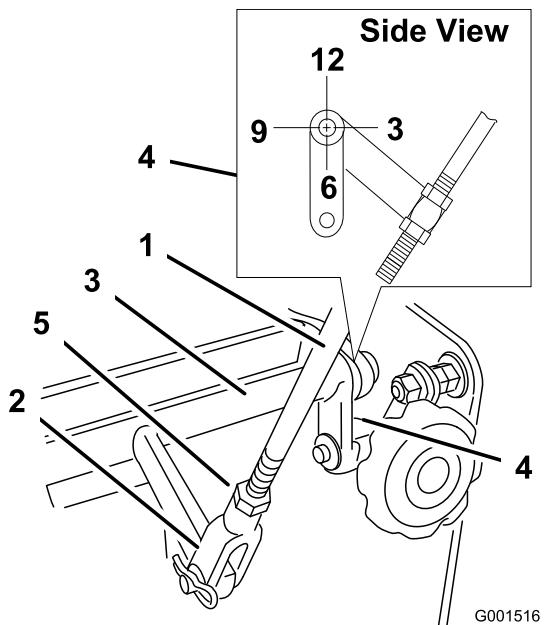

Figure 35
4. Vérifiez l'orientation des languettes aux extrémités de la manivelle de commande de vitesse. Ces languettes doivent être dirigées vers le bas, à la position 6 heures approximativement (Figure 35).
5. Ajustez la chape filetée au bas de la biellette de changement de vitesses jusqu'à ce que les languettes soient placées à la position 6 heures (Figure 35).